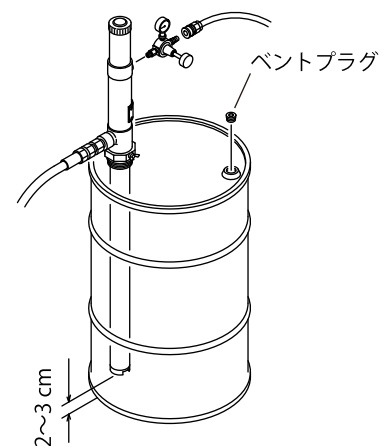

Fig.4
- 4) バングアダプターにポンプを差込み、ポンプの下端(フートバルブ部)がドラム缶の底に当たったら、2~3cmポンプを持ち上げてドラム缶底とフートバルブとの間に隙間をとってください。位置が決まりましたら、バングアダプターの蝶ねじを締めてポンプを固定してください。(Fig.4)